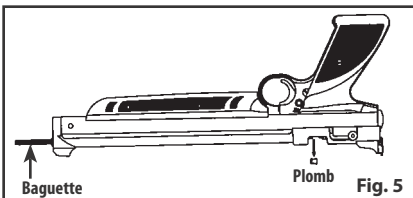

Fig. 5
- Le verrou de culasse étant en position ouverte, insérez une baguette (vendue séparément) dans la bouche du canon et poussez délicatement le plomb coincé dans la fenêtre de chargement (à l'avant du verrou de culasse) (Fig. 5).